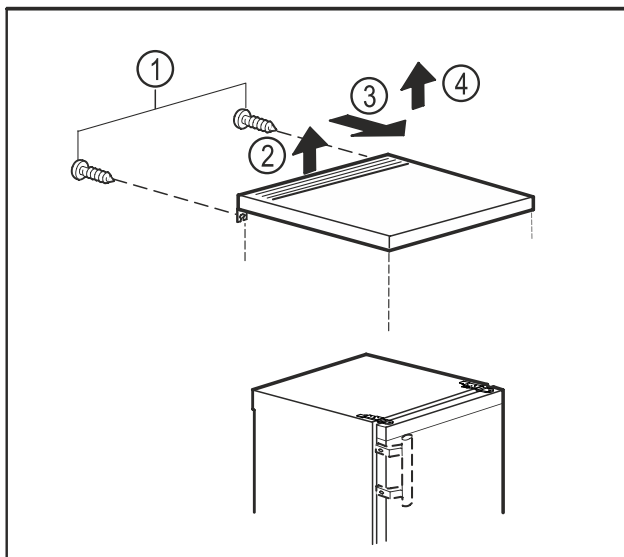

Fig. 6
- ▶ Fjern skruene på baksiden. Fig. 6 (1)
- ▶ Løft bordplaten bak. Fig. 6 (2)
- ▶ Skyv bordplaten fremover. Fig. 6 (3)
- ▶ Løft bordplaten oppover. Fig. 6 (4)